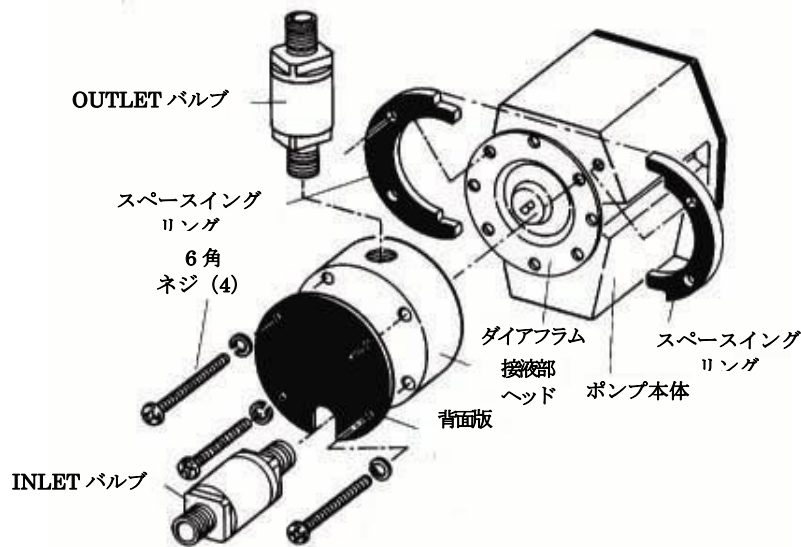

Figure 4
- ポンプヘッドを分解してください。(ただし、ダイアフラムを最初に取り外さないで下さい)。まず始めに、4 本のネジとワッシャーを外し、背面版を取り外してください (Fig. 4 参照)。
- **ダイアフラム**が自由になりました。**スペースリング**の片割れを外してください。(Fig.4 参照)